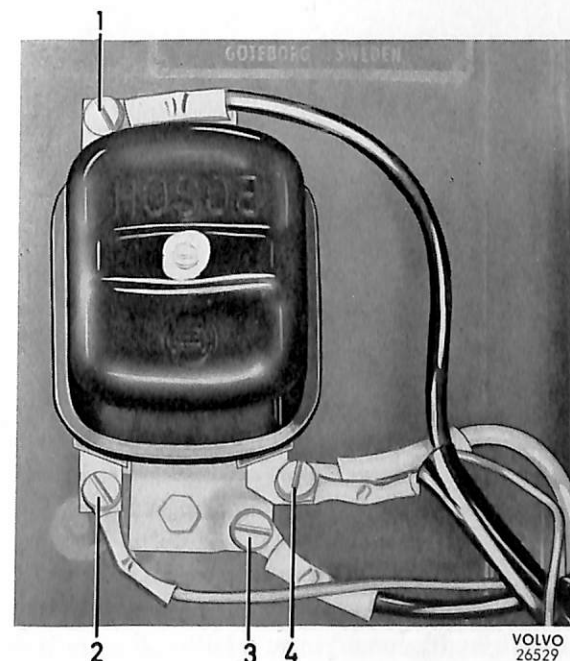

Bild 51. Laddningsregulatorns anslutningar.
- Anslut ledningarna. Ledningarna anslutes enl. bild 51.